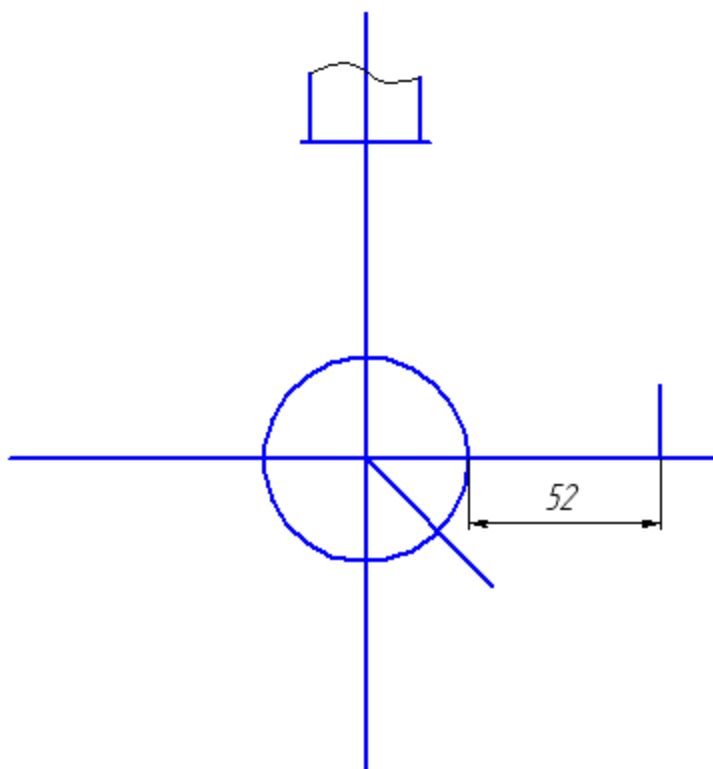

Рис. 3.15. Построение опорной отметки окружности
2. Затем построим вспомогательную линию, отстоящую от центральной окружности на 52 мм (рис. 3.15) в качестве опорной точки для окружности радиусом 70 мм.